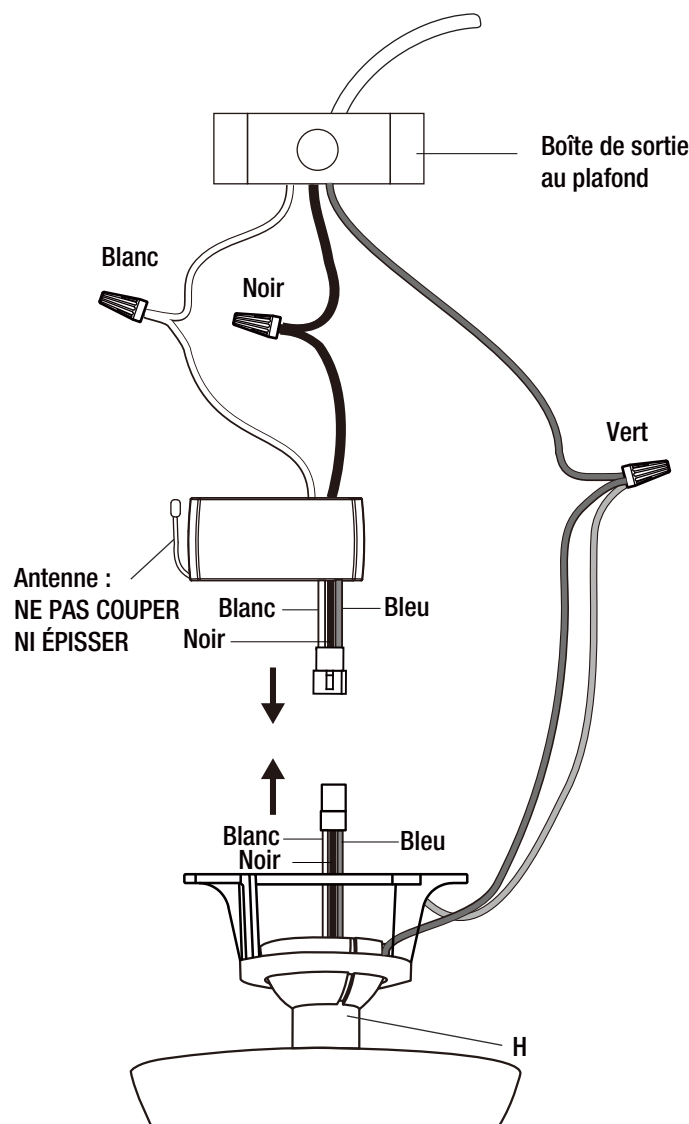

Figure 11
- Connecter le récepteur (D) aux fils du ventilateur en insérant la fiche d'adaptation moulée du récepteur (D) dans la fiche d'adaptation moulée située en haut de la tige de descente (H), comme illustré à la Figure 11.
- Utiliser les connecteurs de câbles (BB) pour connecter les fils du récepteur (D) et du ventilateur aux câbles d'alimentation de la boîte de sortie conformément à la figure 11 et aux directives suivantes :
- Cet appareil contient un ou des émetteurs/récepteurs exempts de licence qui sont conformes au(x) RSS exempts de licence d'Innovation, Science et Développement économique Canada. Le fonctionnement est assujéti aux deux (2) conditions suivantes :